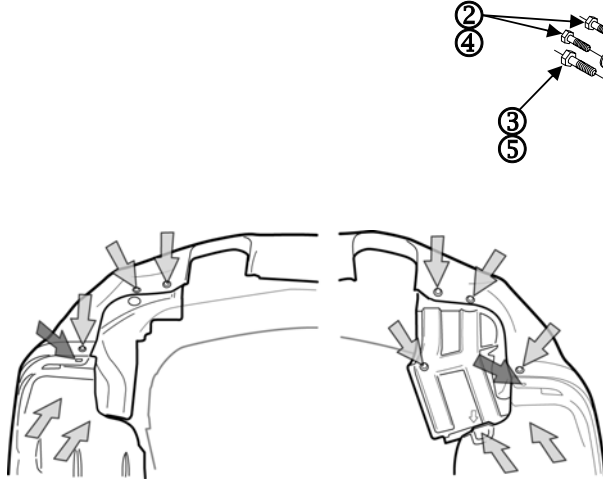

Figura 3
- Quite los paneles de apariencia de cada lado sacando los pernos a presión y pernos M6 como se muestra en la **Figura 3**, para acceder a los rieles del armazón del vehículo. Devuelva los paneles y sujeciones al dueño del vehículo.
- Quite el gancho de tracción del riel del armazón del lado del conductor sacando (4) sujeciones M10. Devuelva el gancho de tracción y las sujeciones al dueño del vehículo.
- Sobre el lado del pasajero, quite (2) pernos hexagonales M8 de la brida inferior en el extremo del riel del armazón (ubicado hacia atrás del soporte del escape) como se señala y descarte.